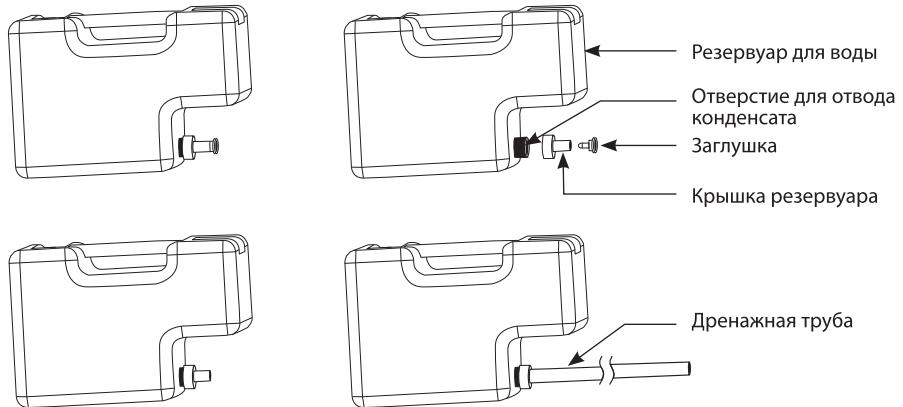

Рис. 5
- Использование дренажной трубы. Как показано на рис. 5, необходимо вынуть резервуар для воды, из крышки резервуара вынуть заглушку, завинтить крышку и установить дренажную трубу.